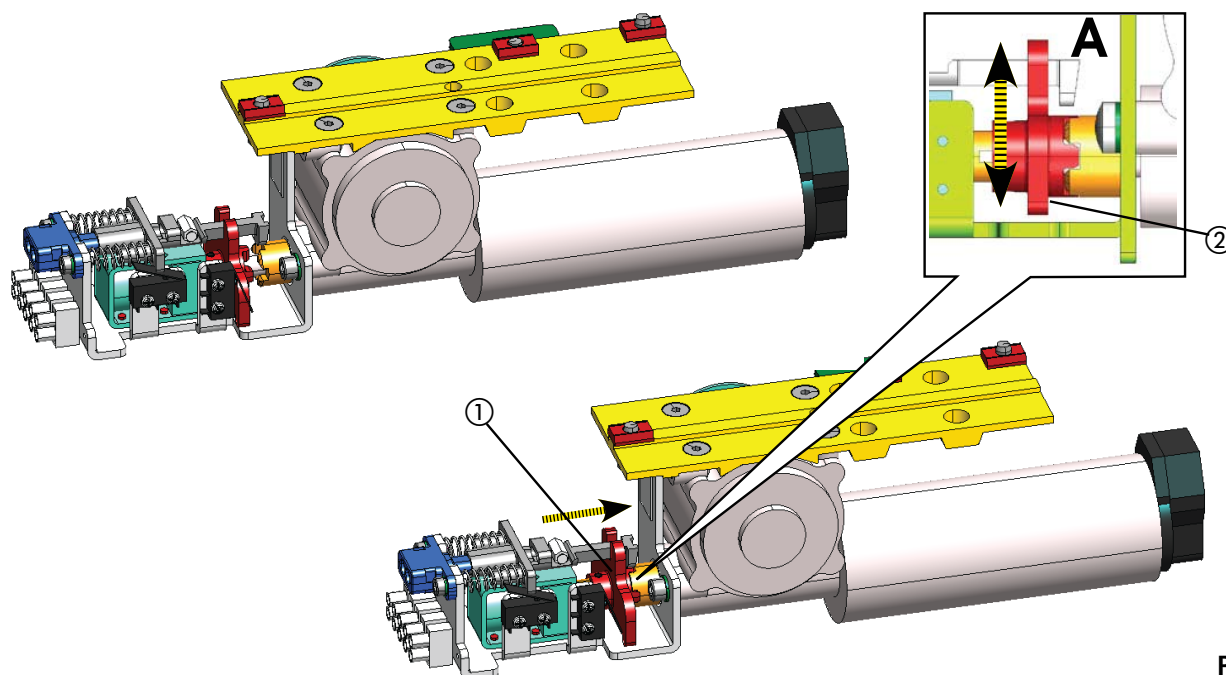

Рис. 23
- Рукой подвиньте рычаг (рис. 23 об. 1) к валу мотора, проверяя правильность соединения как показано на рис. . 23, об. А).
- Вертикально поверните рычаг (рис.23 об. 2) и проверьте, есть ли сцепление между валом мотора и устройством блокировки.
- Удостоверьтесь, что сцепление устройства блокирования привода свободно от сцепления вала привода (рис.23).